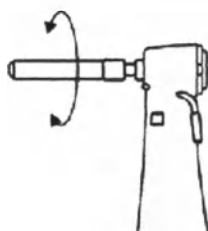

Рисунок 5
- 2) Аккуратно поверните иглу/стоматологический бор, чтобы сработало фиксирующее устройство (Рисунок 5).